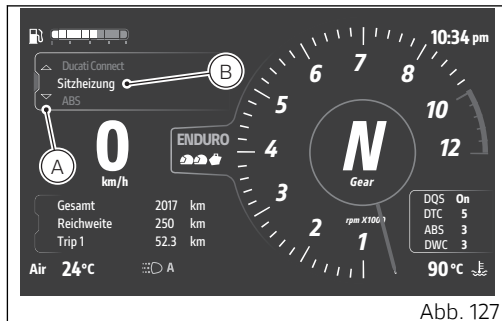

Abb. 127
- Das Interactive Menu (A, Abb. 127) aufrufen. Dazu den Joystick länger anhaltend in die Position ▲ drücken.
- Mit dem Joystick ▲ ▼ die Angabe Sitzheizung (L, Abb. 127) markieren, dann auf ENTER drücken.